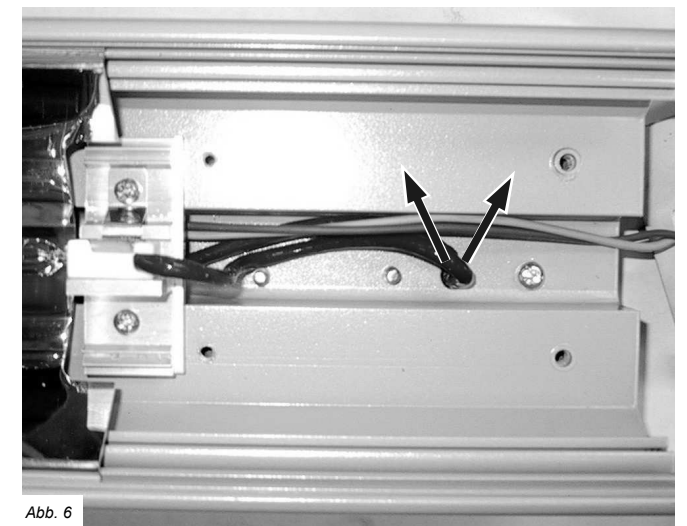

Abb. 6
8. Beginnend an der Seite, wo die Heizstabsdrähte durch die Dichtung in den Anschlusskasten führen, die Heizstabsdrähte vorsichtig durch das Heizgerätegehäuse ziehen, so dass die Drähte aus dem Anschlusskasten herauskommen (Abb. 6), wobei bei Heizgeräten mit Glühlampen das Lampenblech aus dem Weg zu halten ist (Abb. 6), bei Heizgeräten ohne Glühlampen sind die Drähte deutlich sichtbar.